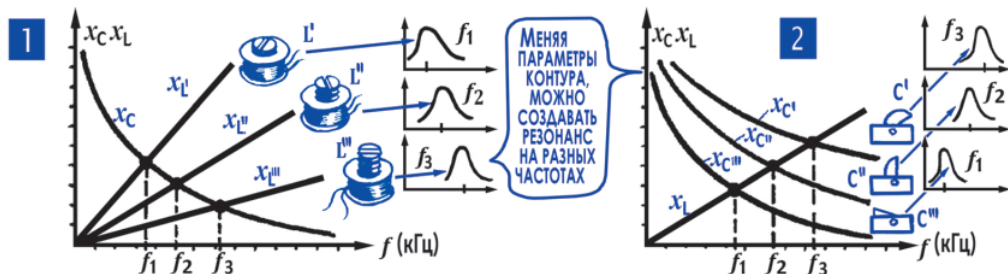

Рис. 6.19. Расчет колебательного контура (продолжение)
Подводя предварительный итог знакомства с резонансным фильтром, с контуром, сформулируем главные его особенности. Во-первых, из многих переменных токов с разными частотами контур умеет выбирать ток определенной частоты; во-вторых, изменяя  $L$  или  $C$  контура, можно добиться, чтобы из сложного аккорда извлекался ток (напряжение) нужной нам частоты (рис. 6.19).
**Примечание редактора.** Колебательный LC-контур в течение многих десятилетий, с возникновения первых радиостанций в начале XX века и до окончательной победы интегральной микроэлектроники в 1980–1990-е годы, был одним из важнейших узлов электронной аппаратуры – в любом радиоприемнике или телевизоре можно было найти не один колебательный контур, часто с переменным конденсатором (рис. 6.19; 2) или катушкой с подстраиваемым сердечником. Однако реальные катушки индуктивности гораздо дальше от идеального чисто индуктивного сопротивления, чем конденсаторы – от идеального емкостного, а резисторы – от идеального активного (резистивного). Намотать катушку индуктивности так, чтобы свести к достаточному минимуму паразитную межвитковую емкость и активное сопротивление провода, в малых габаритах не получается. К тому же процесс намотки катушек (особенно с замкнутым сердечником) крайне нетехнологичен и плохо совместим с современными автоматизированными линиями.